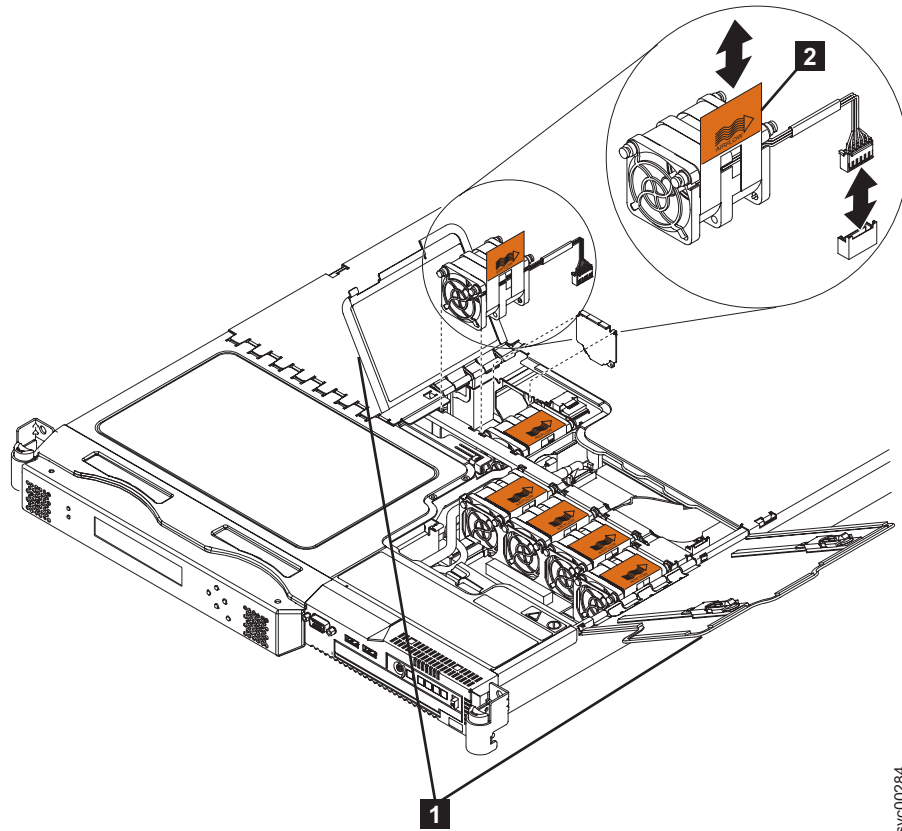

図 171. SAN ボリューム・コントローラー 2145-8G4 ファン・ドア、ロケーション、およびコネクタ
2. ノードを前方にスライドさせて、ファン・ドア (206 ページの図 171 の **1**) にアクセスします。
5. 障害のあるファンのオレンジ色のタブ (図 171 の **2**) を引き出して、ノードからファンを持ち上げます。